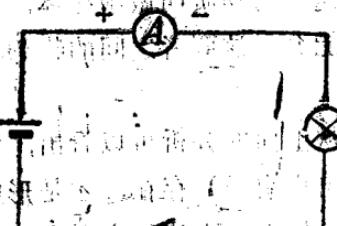

图 8-15
测量电路的电流强度，需要使用直流电流表 (安培表)。测量时，先打开开关，切断电源，把安培表 $\textcircled{①}$ 串联接在电路里，如图 8-15 所示，然后再合上开关，从安培表的读数来观察电流的大小。测量时，要注意仪表的极性，必须使电流从仪表的正接线柱流入；还必须注意仪表的量程，如果用量程小的电流表去测大电流，就要烧毁仪表。万用表也可以测量小电流。测量时，将选择开关转到标有直流电流符号的范围内，选好量程，并把它串联在被测电路里，使电流从红笔流入、黑笔流出。倘若误将电表并联在被测电路两端，将会烧毁电表。